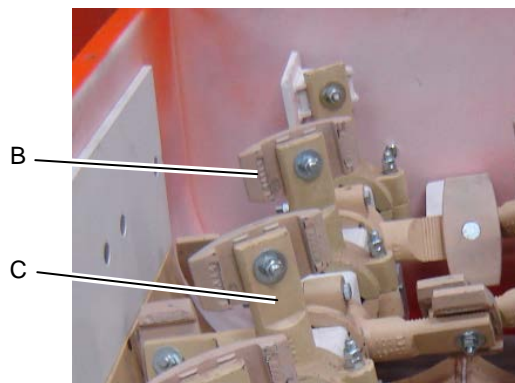

Fig. 2: Braços e palhetas do misturador / Arms and paddle tips of the mixer
- ☛ Para a substituição dos braços e das palhetas devem-se soltar os parafusos e retirar a palheta, fig. 2 - det. B, e o braço, det. C. Poderá ser necessária a substituição dos parafusos das palhetas. Para regulação do misturador ver grupo 01.05.09 - Misturador - Regulação do misturador.